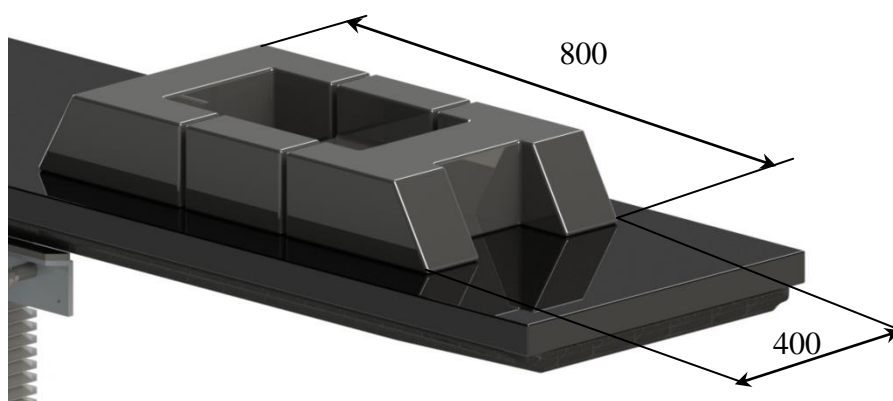

Рисунок 12. Подушка для спинальной хирургии.
4. Подушка для спинальной хирургии (опция) (Рисунок 12) изготовлена из пенаполиуретана высотой 130 мм с антистатическим покрытием. Подушка состоит из 3 частей, которые соединяются между собой лентами Velcro.